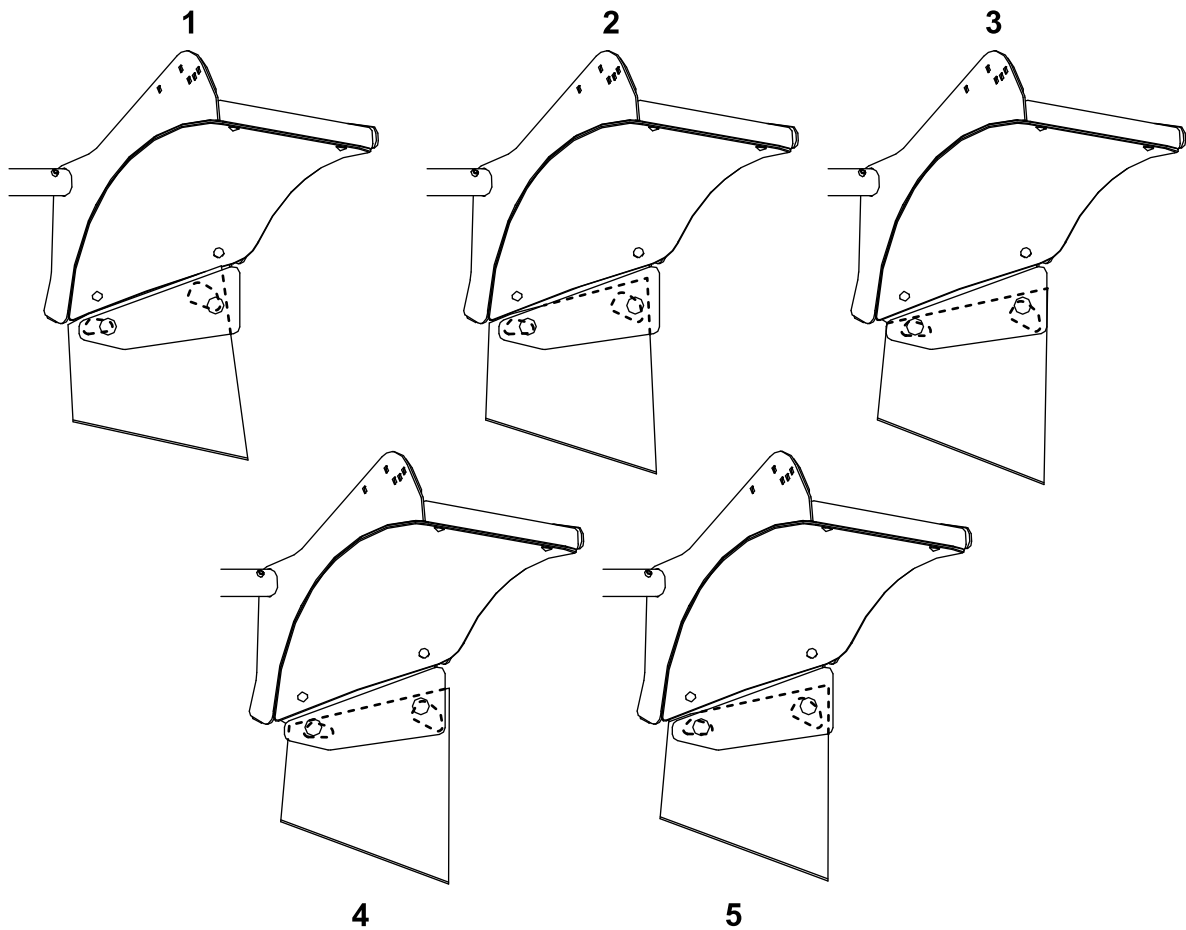

Figure 23
16. En vous aidant de la Figure 23 comme guide, réglez le couteau de l'ailette de telle sorte qu'il soit aligné sur le couteau de la lame et de niveau avec le sol.